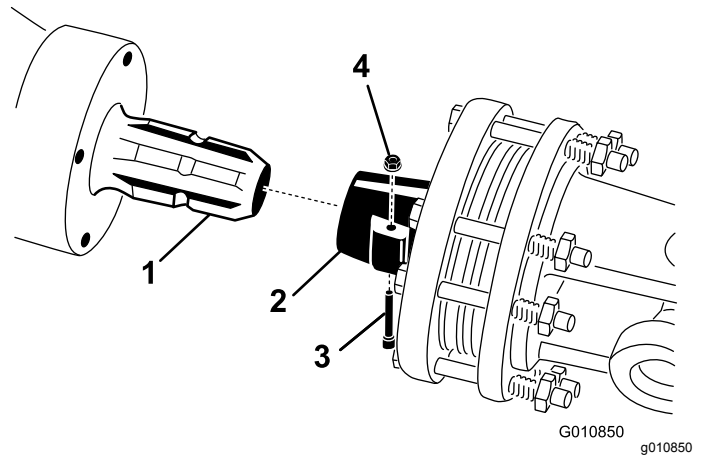

图23
1. 从 PTO 轴上卸下销和螺母图23。
2. 用之前卸下的销和螺母将 PTO 轴的离合器端固定至打孔机齿轮箱输入轴上图23。